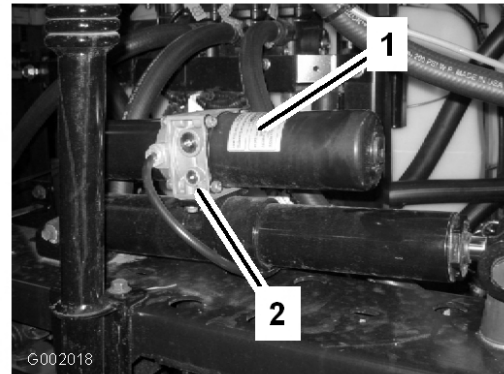

Figura 60
1. Coloque a válvula de descarga manual no accionador para cada rampa. A válvula de descarga manual é a válvula de descarga mais pequena e encontra-se num dos lados do corpo do accionador (Figura 60).